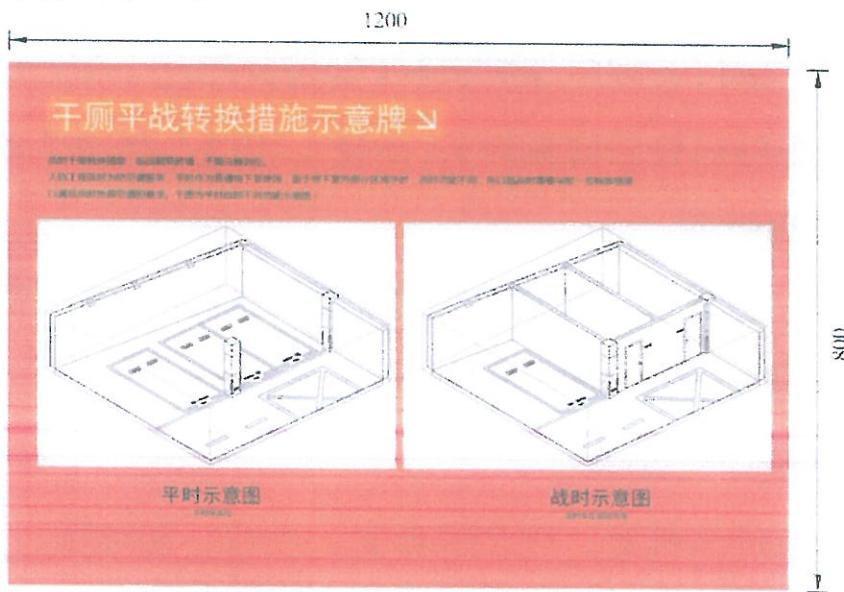
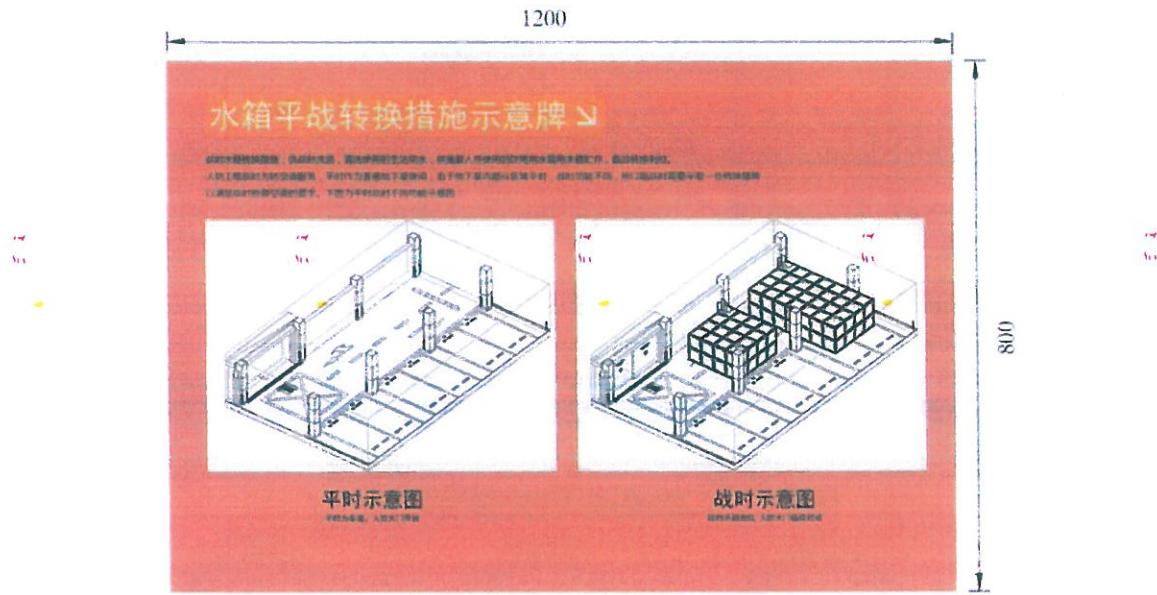

图 29 干厕平战转换标识牌样式及尺寸示例
图 30 水箱平战转换标识牌样式及尺寸示例
4.6 平战转换标识牌需安装在平战转换功能区域附近的醒目位置，材质为厚度不小于 5 mm 的双面亚克力板，UV 打印。标题字体为黑体，标题字高 50 mm，正文字体为微软雅黑，正文字高 10 mm，图名字体为微软雅黑，图名字高 30 mm。干厕平战转换标识牌样式及尺寸示例见图 29，水箱平战转换标识牌样式及尺寸示例见图 30。